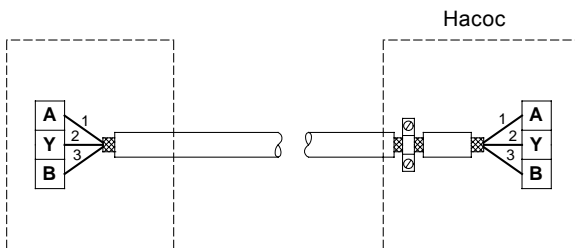

Рис. 7 Подключение 3-жильного экранированного кабеля
- Если устройство не имеет такого-же кабельного разъема, экранирующую оплетку оставляют не подсоединенным с этой стороны, как это показано на рис. 7.